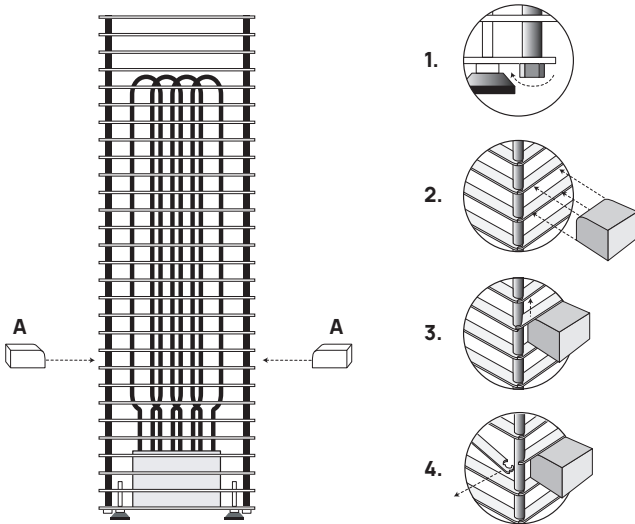

Abbildung 3. Öffnen der Lamellen des elektrischen HUUM CLIFF Saunaofens
Um die Anbringung der Steine zu vereinfachen, können alle Lamellen des Ofens mit Hilfe von Holzklötzen (A) entfernt werden. Siehe **Abbildung 3**.